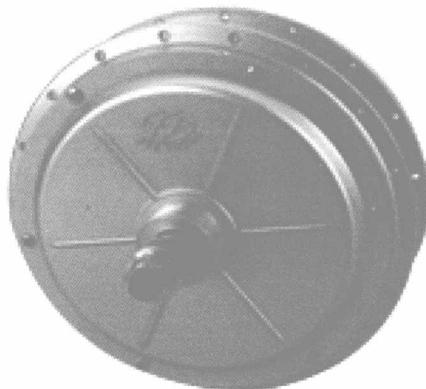
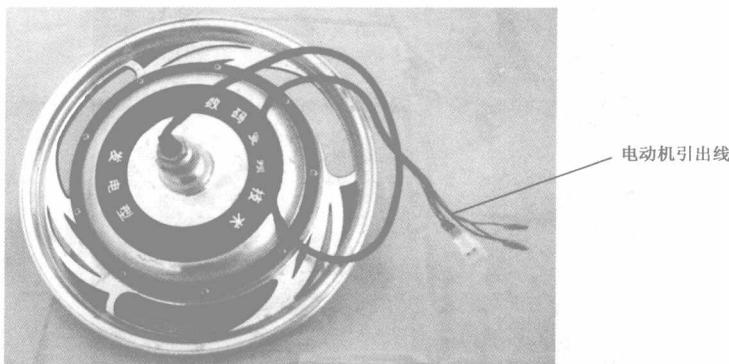

图2-1 有刷直流电动机
图2-2 无刷直流电动机
(2) 按直流换向分类的电动机实物, 如图 2-1~图 2-2 所示。